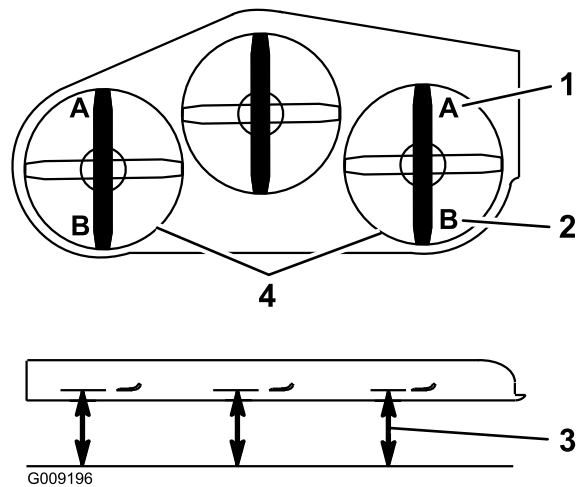

**Figure 93**
5. Enfoncez complètement la pédale de relevage du plateau de coupe pour verrouiller le plateau à la position de transport de 14 cm (Figure 93).